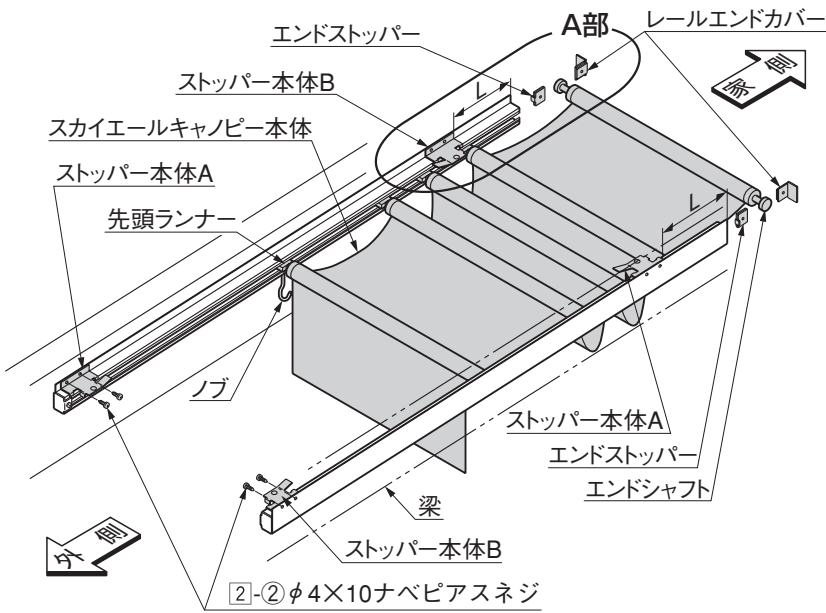

図4-1
- 1 図4-1のようにレールの家側端からスカイエールキャノピー本体を挿入してください。